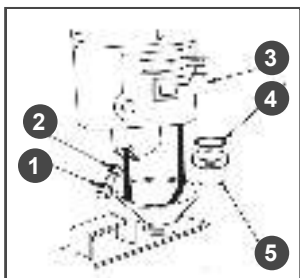

Рис. 25 Обслуживание фильтра-отстойника
3. Открутите сливной болт (1) и слейте топливо из карбюратора (Рис. 25).
4. Открутите стакан отстойника (5) и промойте его.